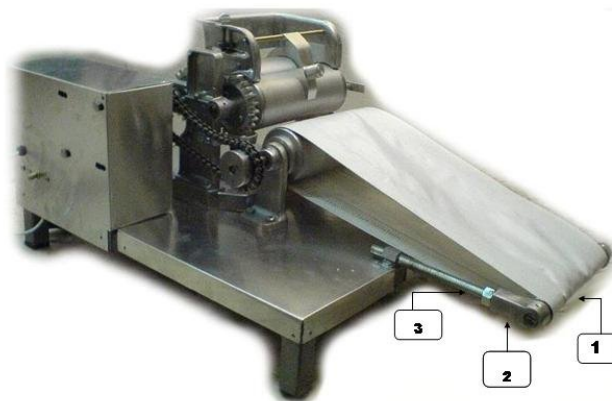

Fig.1.1
- 1er PASO: Colocar la banda en el eje (1).
- 2do PASO: Colocar el eje en los porta ejes (2).
- 3er PASO: Roscar los tornillos (3) a los porta ejes.
- 4to PASO: Colocar la banda en el rodillo ver Fig. 1.1